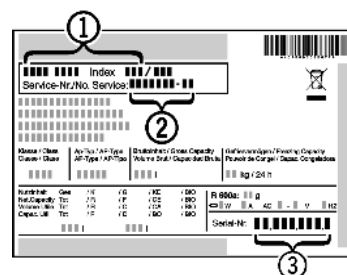

Fig. 3
- ▶ Apparaataanduiding *Fig. 3 (1)*, service-nr. *Fig. 3 (2)* en serie-nr. *Fig. 3 (3)* van het typeplaatje aflezen. Het typeplaatje bevindt zich aan de linkerkant binnen in het apparaat.
- ▶ Contact opnemen met de Technische Dienst en het probleem, apparaataanduiding *Fig. 3 (1)*, service-nr. *Fig. 3 (2)* en serie-nr. *Fig. 3 (3)* mededelen.